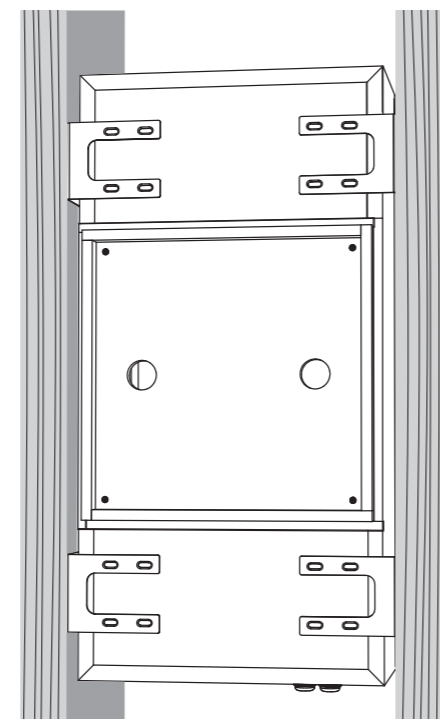

Fig. 2 Screw the brackets and back can together.
3. Til, met behulp van een assistent, het rugblik voorzichtig op naar de gekozen locatie tussen de plafondbalken, til het op en schuif het op zijn plaats totdat het wordt ondersteund door de vier beugels en gecentreerd ertussen (Fig. 2).